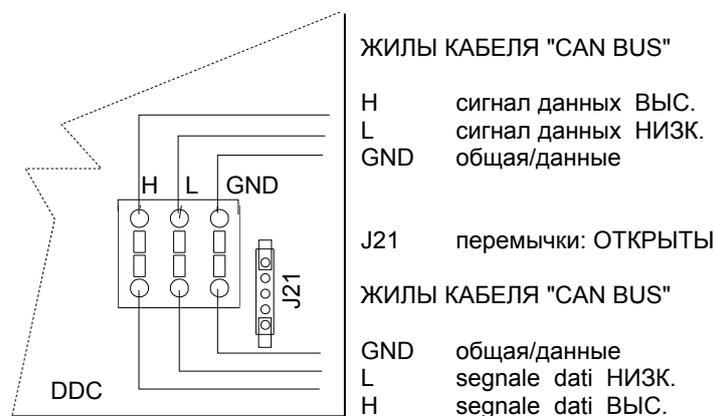

Рисунок 28 – Подсоединение 2 кабелей "CAN BUS" к панели "DDC": панель "DDC" - промежуточный узел. Выделены положения жил кабеля "CAN BUS" и перемычек: ОТКРЫТЫ
- Если панель "DDC" является **промежуточным узлом** сети (в оранжевом соединителе имеется 6 жил): разместить перемычки на панели "DDC" как показано на Рисунок 28: **ОТКРЫТЫ**.
7. **Только для промежуточных узлов:** Повторить операции с пункта 3 до пункта 5 для другой части кабеля "CAN BUS". Выполнить также пункт 6, но со ссылкой на Рисунок 28, стр. 65 для подсоединения кабеля к соединителю. Затем перейти к пункту 8.